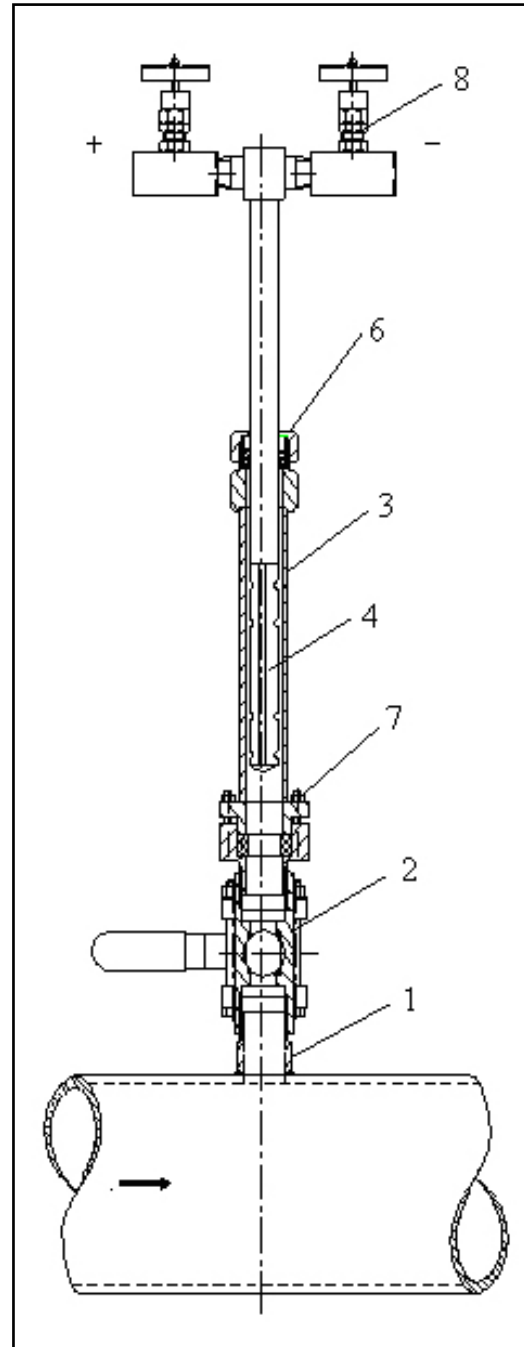

Abb. 13 Itabar-Sonde in ausgezogenem Zustand
6. Danach können die Instrumentenventile [8] geöffnet werden (Abb. 13).
2. Lösen Sie ganz leicht die Muttern [6+7] der Packung, bevor Sie mit dem Ausziehen der Sonde [4] beginnen [Abb. 13]
3. Ziehen Sie die Sonde [4] aus der Rohrleitung heraus, bis die Sicherungskette den Endanschlag vorgibt [Abb. 13].
4. Wenn die Sonde vollständig herausgezogen ist, kann das Absperrventil [2] zur Rohrleitung geschlossen werden und die Sonde dann vollständig (z.B. für Reinigungszwecke) demontiert werden [Abb. 13].